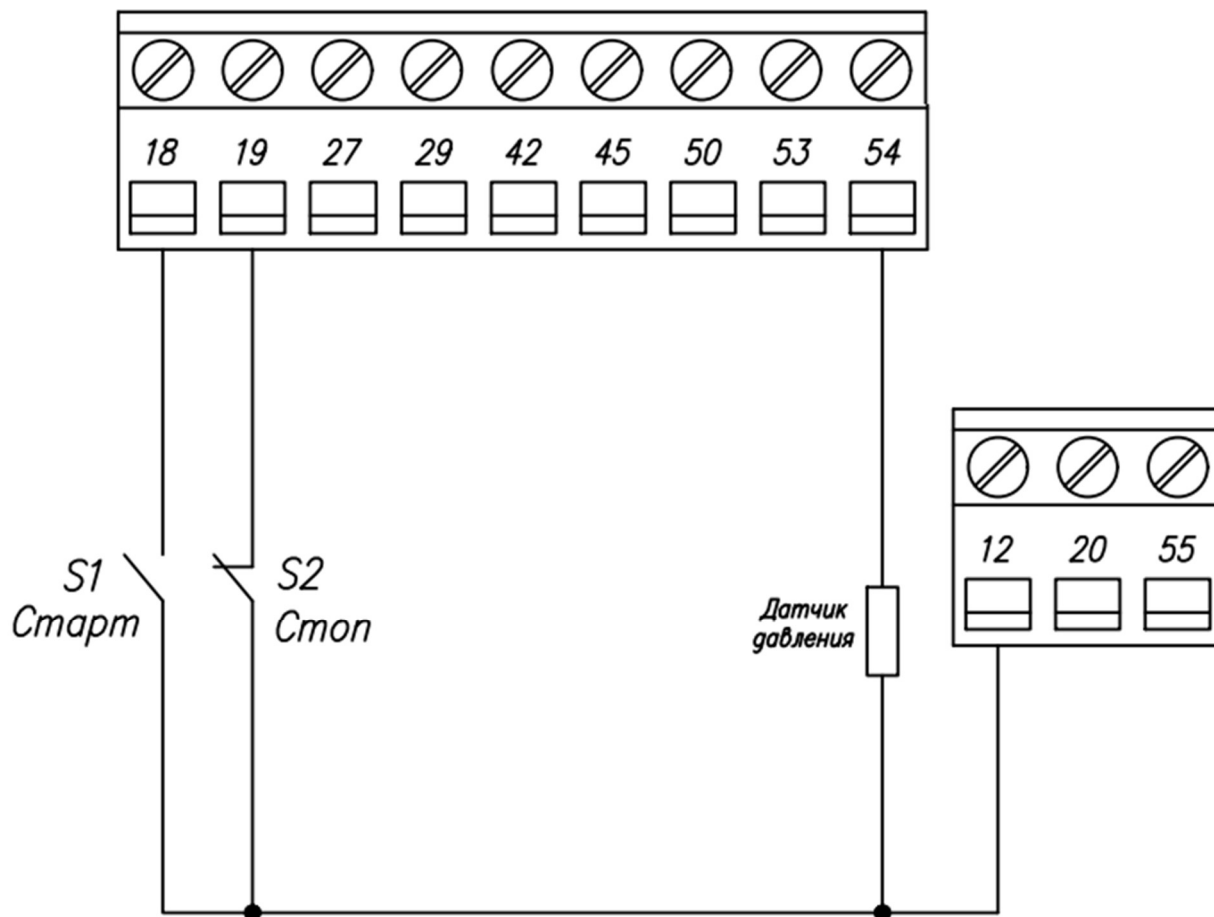

Рисунок 2. Схема подключения датчика давления к ПЧВ с использованием внутреннего источника питания
- С использованием внутреннего источника питания (Рисунок 2).